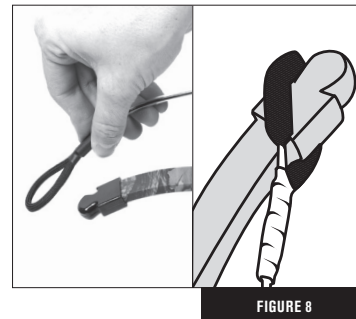

FIGURE 8
- Fije la cuerda del encordador en la punta de cada una de las palas como se muestra en (Fig. 8).